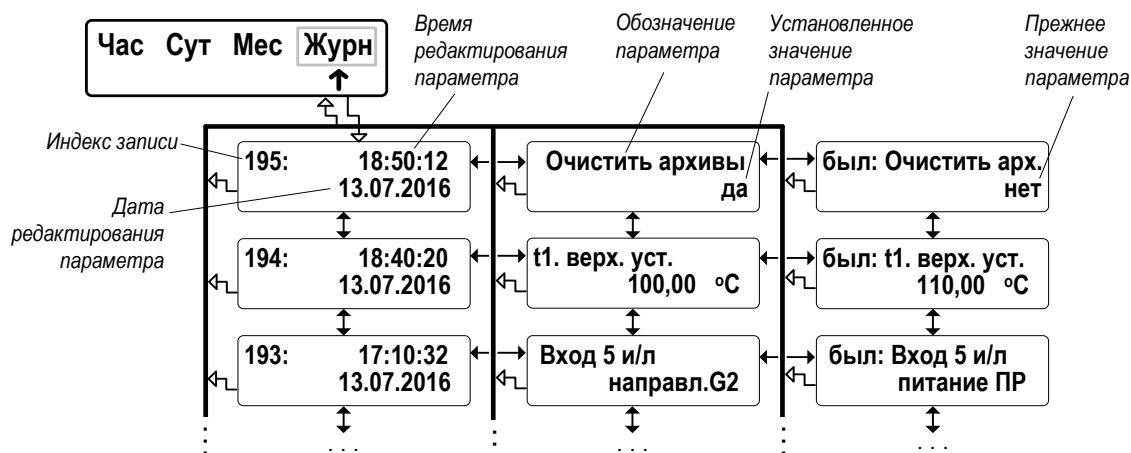

Рис.20. Вид окон индикации «Журнала»
7.3.1. В тепловычислителе для регистрации редактирования установочных параметров предусмотрен нестираемый журнал (меню **АРХ / Журн**) на 1700 записей. Структура **Журнала** и вид окон индикации показаны на рис.20.